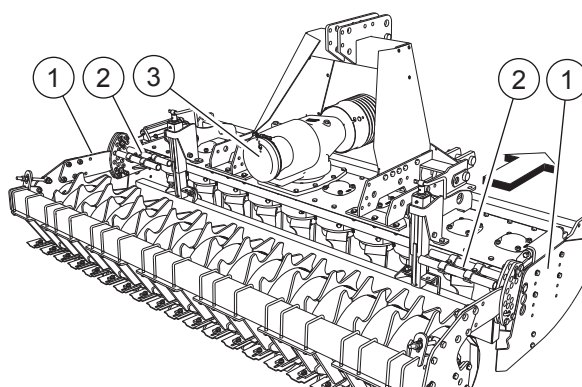

FIG. 23
- Banda lateral de protección (1, “Fig. 23”).
- Tubos de protección para evitar el acceso a la zona de utensilios (2, “Fig. 23”).
- Protección de la toma de fuerza parte posterior (3, “Fig. 23”).